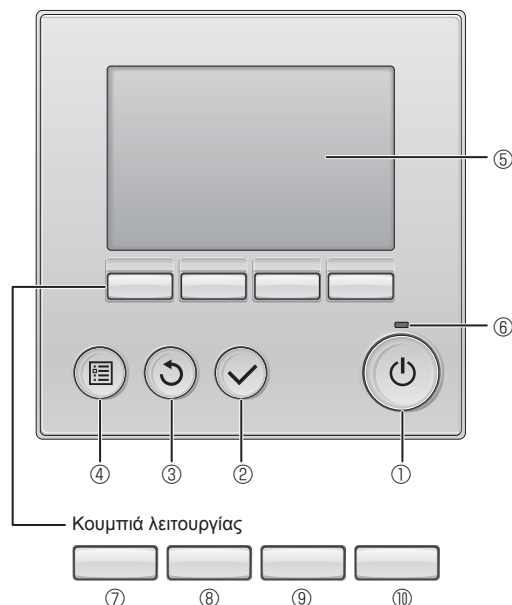

Fig. 7-1
7.2.1. Με ενσύρματο τηλεχειριστήριο (Fig. 7-1)
① Κουμπί [ON/OFF]